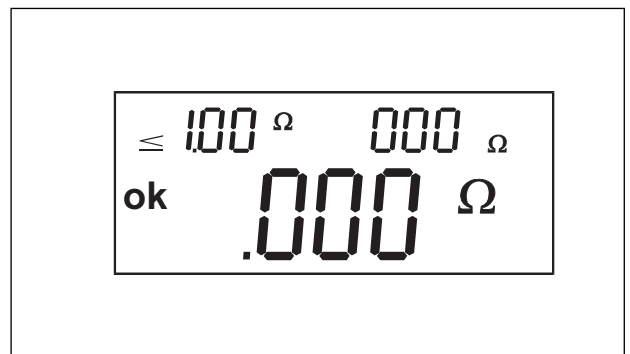

Abb.7.3 Kompensierung in Messfunktion 8
- Das folgende Ergebnis wird angezeigt (Abb. 7.3):